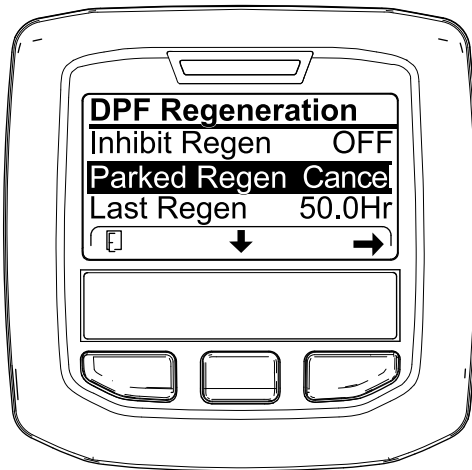
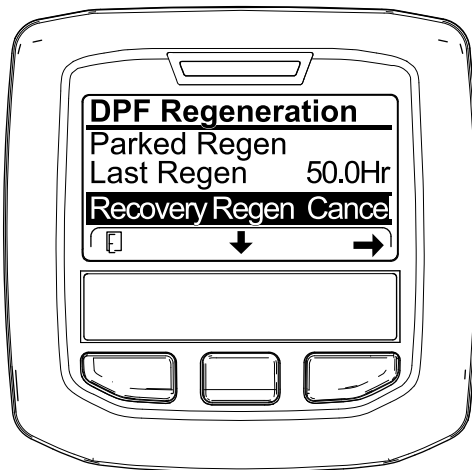

Bild 64
Bild 65
1. Zugreifen auf das Menü für die Regenerierung des Dieselpartikelfilters (**Bild 64**)
2. Drücken Sie die mittlere Taste, um auf die Option PARKED REGEN. CANCEL (**Bild 64**) oder RECOVERY REGEN. CANCEL zu navigieren (**Bild 65**).
3. Drücken Sie die rechte Taste, um den Eintrag „Regen Cancel“ auszuwählen (**Bild 64** oder **Bild 65**).